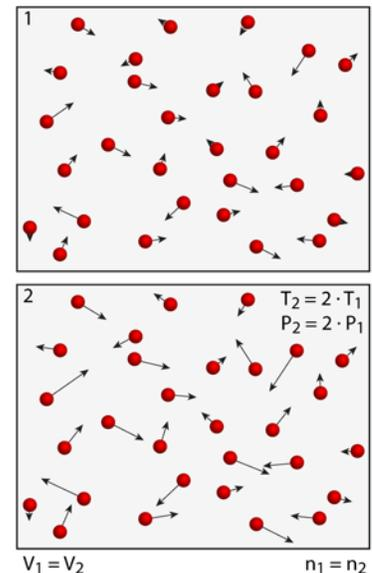

FIGURE 18.3: L'énergie interne d'un corps est due à l'énergie cinétique de ses constituants et à l'énergie potentielle de leur interaction. Crédits image
- L'énergie cinétique de ses constituants. (voir fig. 18.3)